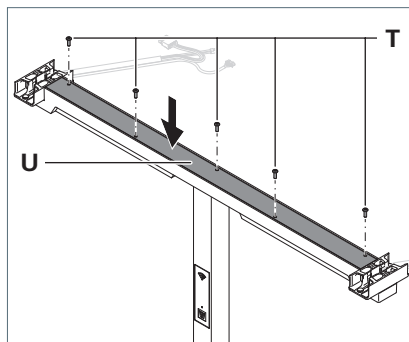

Fig. 11: Support transversal - Monter le recouvrement.
1. Placez le recouvrement **U** sur le support transversal, voir Fig. 11.